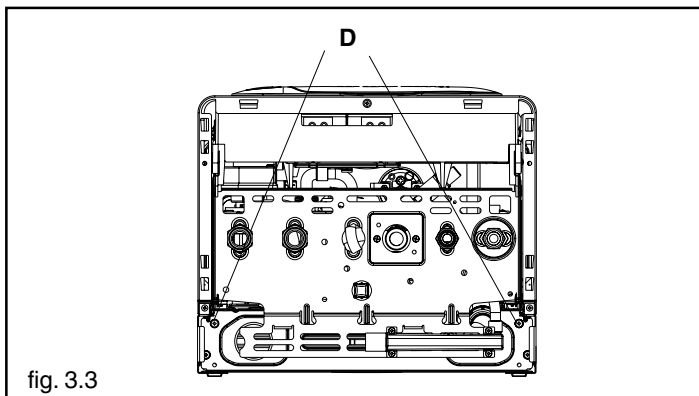

fig. 3.3
- togliere il mantello svitando le viti di fissaggio (D) (fig. 3.3)